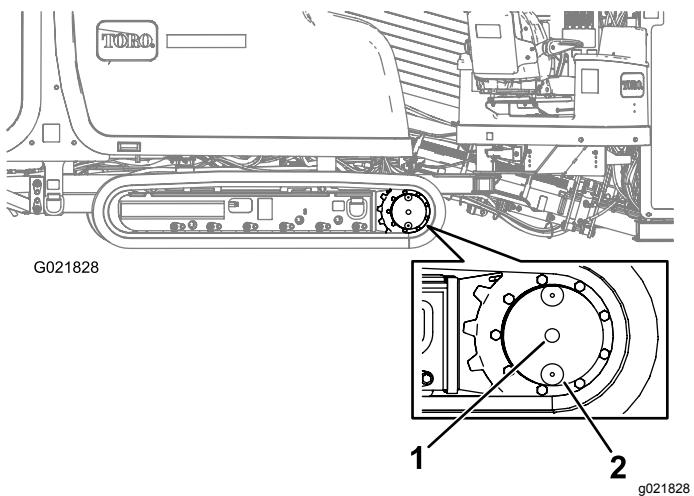

Figura 103
2. Limpe a área ao redor do bujão de nível de óleo com solvente de limpeza (Figura 103).
3. Remova o bojão de nível de óleo (Figura 103).
2. Limpe a área ao redor do bujão de nível de óleo (Figura 103).
3. Gire o comando final planetário até que o bujão de drenagem de óleo esteja diretamente abaixo do bujão de nível (Figura 103).